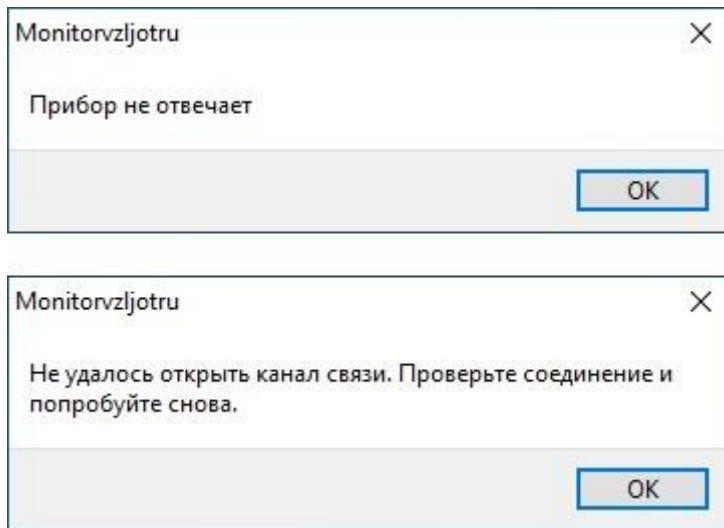

Рис.16 - Сообщения при отсутствии связи с уровнемером.
7.1.4 При отсутствии связи с уровнемером на мониторе ПК будут индицироваться сообщения, показанные на рис. 16.